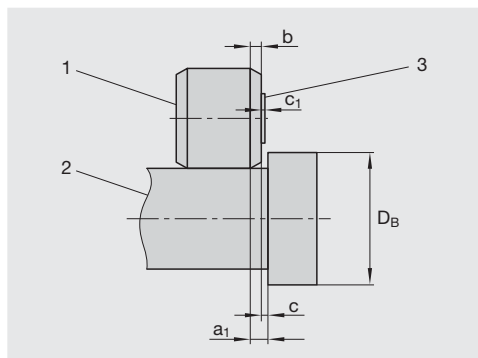

Abb. 1: Abstand Gewinderolle vom Bund
Das Gewinde kann auf dem Werkstück sehr nahe an einem Bund o. ä. gefertigt werden. Dabei sind auf jeden Fall entsprechende Sicherheitsabstände einzuhalten (siehe Abb. 1). Die Gewinderolle (1) muss den Sicherheitsabstand c zum Bund des Werkstücks (2) aufweisen. Das schraubbare Gewinde beginnt im Abstand a1 vom Werkstückbund. Dabei gilt: a1 = b + c [mm]